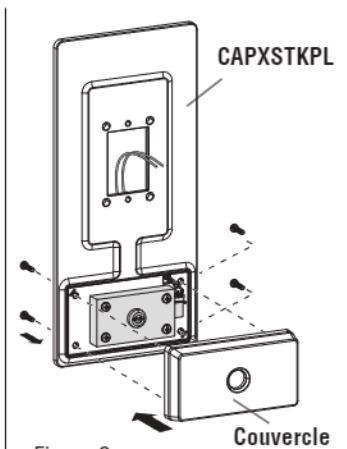

Figure 2
3. Placez le couvercle sur la serrure postale. Assurez-vous que le joint d'étanchéité est bien en place. (Voir figure 2)